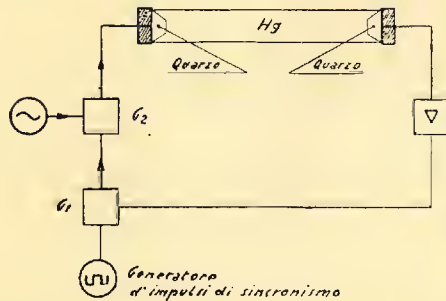

Fig. 10. - Registro a linea di ritardo supersonica.
Una linea di ritardo è essenzialmente costituita (fig. 10) da un tubo metallico riempito di mercurio, terminato con due elettrodi collegati internamente a due cristalli di quarzo.
c) lettura: con la stessa esplorazione continuata il pennello elettronico si modula e riproduce in uscita il primitivo segnale (che può anche essere osservato direttamente sullo schermo fluorescente). Mediante un processo rigenerativo analogo a quello schematizzato in fig. 10, il segnale di uscita viene riapplicato all'entrata. La « lettura » non implica necessariamente il cancellamento della « memoria »;